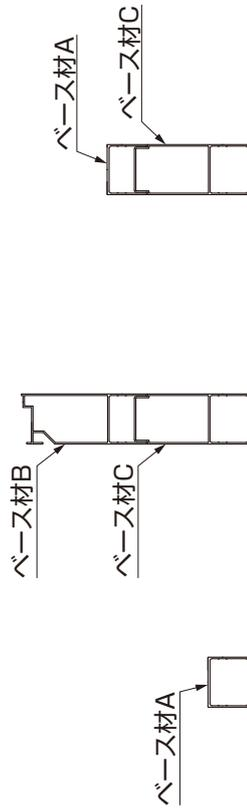

図2-13
- ベース材には種類があります。(図2-13、図2-14、図2-15参照)